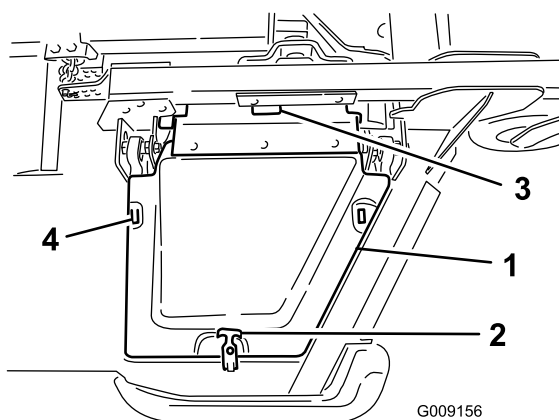

Рисунок 6
- Установите крышку деки с крылом и закрепите посредством резинового фиксатора (Рисунок 6).